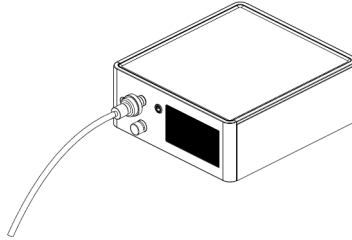

Рис. 4-9 Фитинг трубки инсуффлятора, подсоединенный к инсуффлятору (с использованием фильтра)
3. Подсоедините установленный фитинг к соединению инсuffлятора для подачи CO₂. Убедитесь в прочности соединения. См. Рис. 4-9.